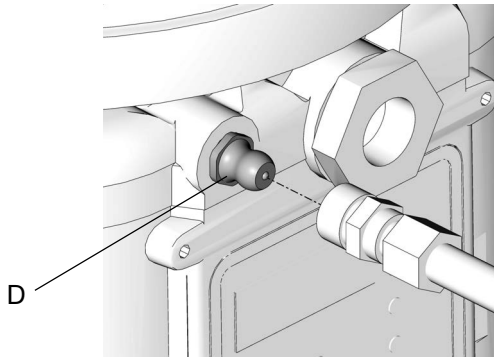

FIG. 14
<ul style="list-style-type: none"> Toujours nettoyer le raccord d'entrée (D) (FIG. 14) avec un chiffon propre et sec avant de remplir le réservoir. La poussière et/ou des débris peuvent endommager la pompe et/ou le système de lubrification. Il convient de bien faire attention, pendant le remplissage du réservoir à l'aide ou d'une pompe de transfert pneumatique ou électrique, à ne pas pressuriser et briser le réservoir.